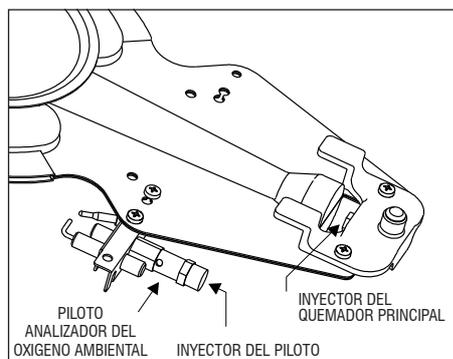

Fig. 5
3. Desconecte del termostato las conexiones del piloto, de la termocupla y del quemador principal y retire el conjunto quemador-Piloto Analizador de Oxígeno. El quemador tiene en su cara inferior un perno ranurado alojado en una llave (Fig. 5). Para retirar el conjunto, extráigalo unos 10 milímetros hacia Ud., y luego haga que la parte más alejada se desplace unos milímetros hacia la derecha. Esta operación liberará la sujeción y permitirá extraerlo fácilmente.
7. Vuelva a conectar la conexión del piloto, recolocarlo el conjunto quemador-piloto en el termotanque cuidando embocarlo en la llave (Fig. 5) y reconéctelo al termostato.